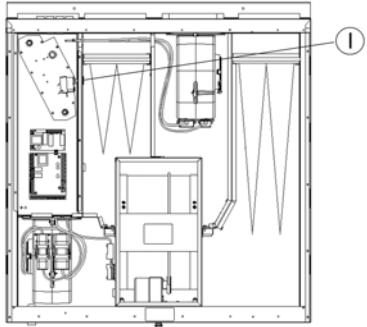

Fig. 7
## N FEILSØKING (Fig. 7)
- Kontroller om branntermostat er slått ut. Resettes med trykk på rød bryter "I" i aggregatet (fig 7).
**Em T J** = Utkoplet branntermostat. Reset med trykk på rød knapp i aggregat (fig. 7)
## S FELSÖKNING (Fig. 7)
- Kontrollera om brandtermostat har löst ut. Återställ genom att trycka in röd knapp "I" i aggregatet (fig 7).
**Em T J** = Urkopplad brandtermostat. Återställ med tryck på röd knapp i aggregat (fig. 7)
## D FEHLERSUCHE (Fig. 7)
- b) Prüfen Sie, ob der Brandschutzthermostat ausgelöst hat. Wenn ja drücken Sie Taste "I" im Gerät (fig 7).